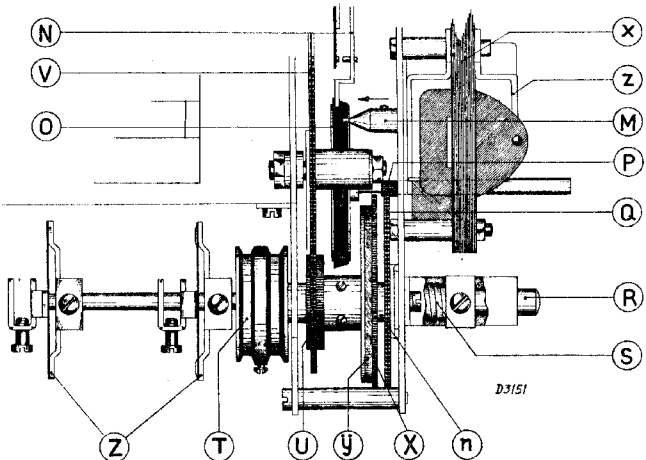

Fig. 12
Doordat de motor draait komt het rondsel M (fig. 12) naar links (zie pijl). Hierbij wordt én de veergroep N kortgesloten en de koppeling tusschen M en O tot stand gebracht. Het op de as met schijf O gemonteerde rondsel P doet tandwiel Q draaien. Tusschen Q en de as R bestaat een drukkoppeling door veer S waardoor de hoofdas van de kieschijven meedraait en over tandwielen U en V ook de variabele condensator.
1. De beide koppelstukken Z (fig. 12) losnemen, geheel op de koppelas schuiven en met deze as uitnemen.